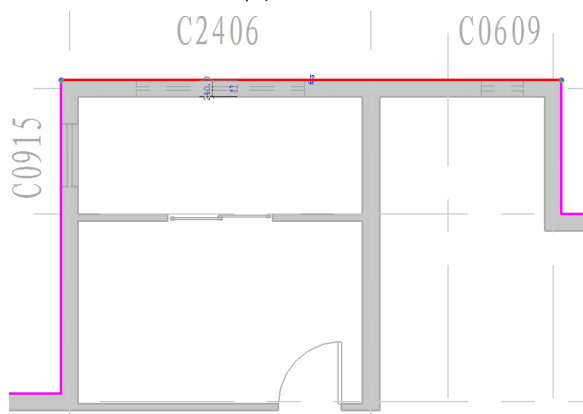

图 3-34
- 2) 单击“拾取墙”命令, 移动光标到外墙外边线上, 依次单击拾取外墙外边线自动创建楼板轮廓线, 如图 3-34 所示。拾取墙创建的轮廓线自动和墙体保持关联关系。
- 2) 单击“拾取墙”命令，移动光标到外墙外边线上，依次单击拾取外墙外边线自动创建楼板轮廓线，如图 3-34 所示。拾取墙创建的轮廓线自动和墙体保持关联关系。